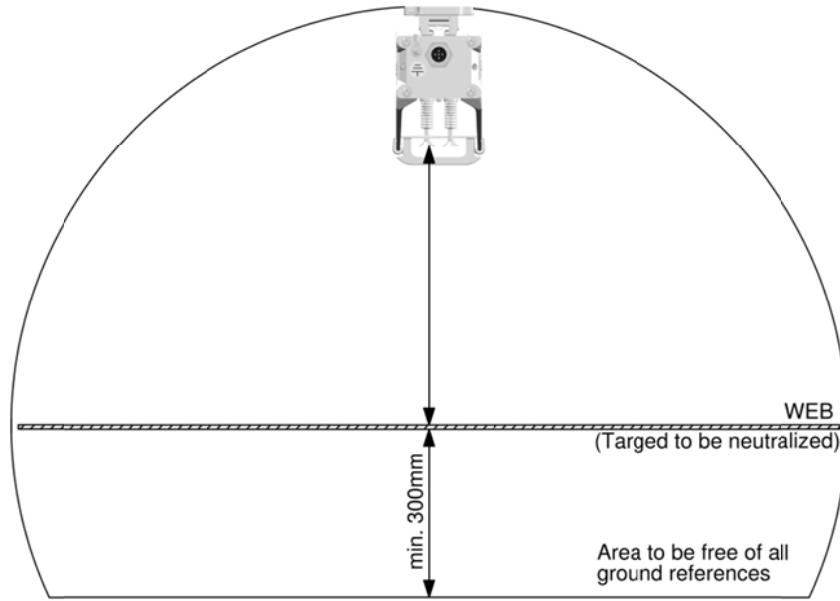

Figure 3
- **Pour un résultat optimal, la barre antistatique doit être installée conformément à la Figure 3**